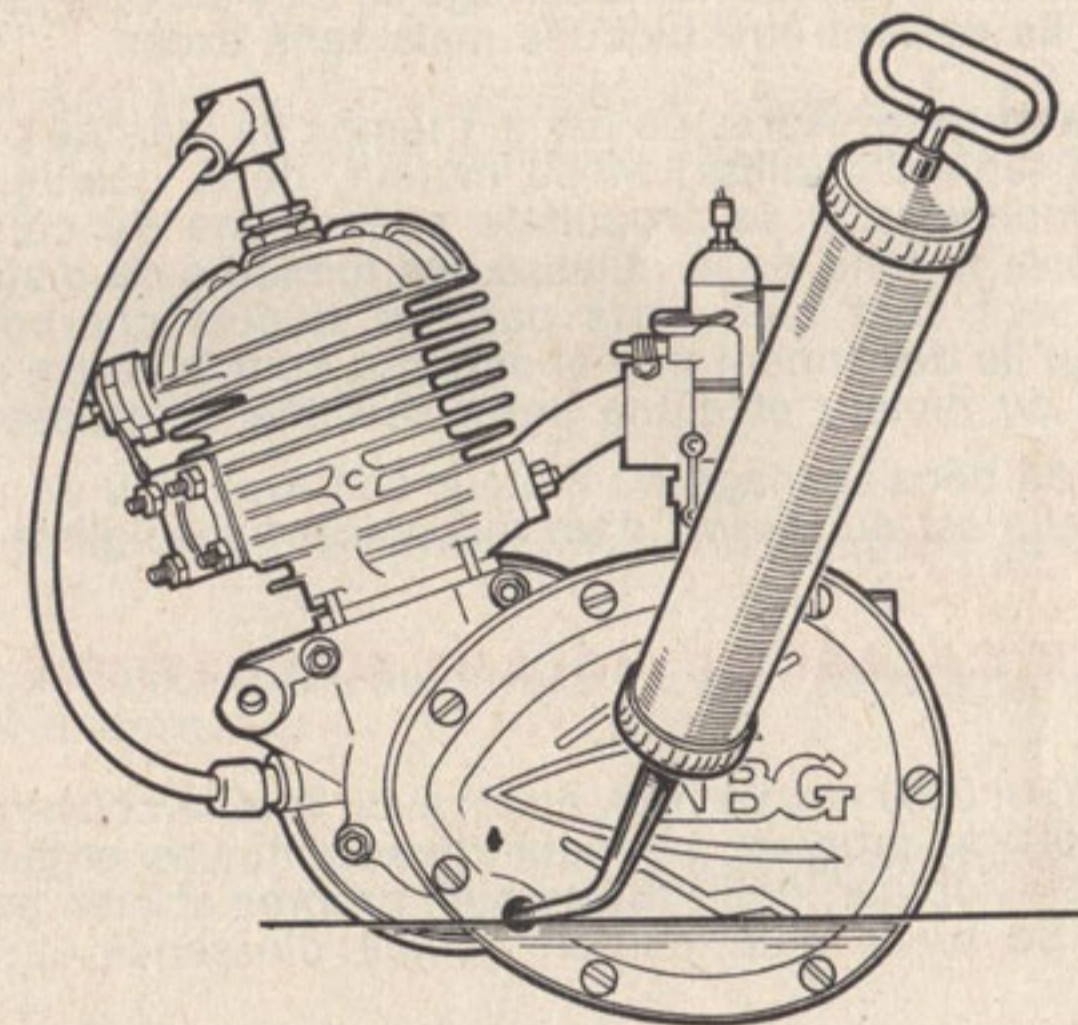

Fig. 1
a) S'assurer que le niveau d'huile dans le carter du démultiplicateur est correct, l'huile devant affleurer le trou de remplissage (le moteur étant d'aplomb). (Fig. 1, page 7).
Le graissage s'effectue en versant l'huile avec une seringue, dans le carter, par l'orifice (voir figure 1) situé à la partie basse du couvercle du carter; le cyclomoteur étant placé sur terrain plat.